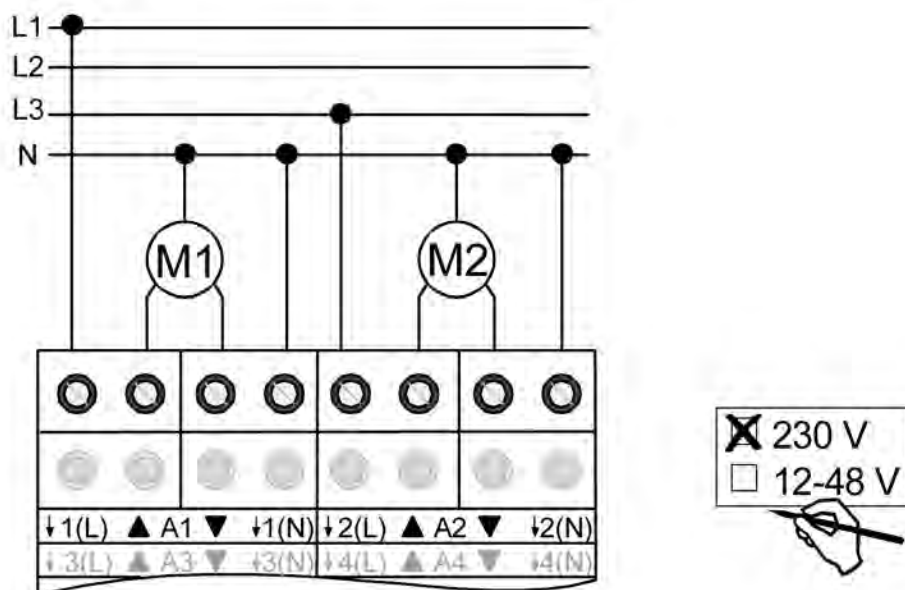

Figura 6: Conexión eléctrica para motores de accionamiento de 230 V con detección automática de posición final
- Conectar los motores de accionamiento según se indica en el ejemplo de conexiones (figura 6).